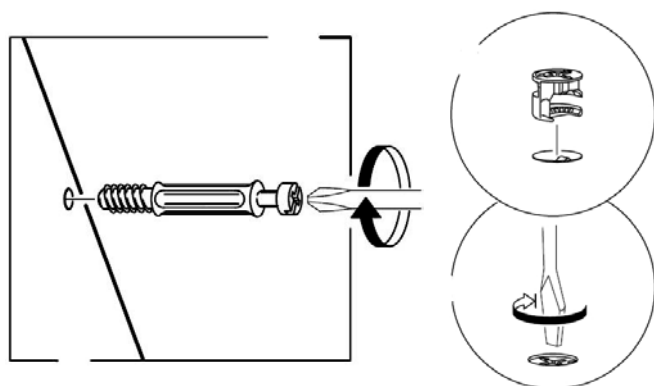

Рис. 1
1. В верхний щит (23), горизонтальный щит (43), нижний щит (24), планки цокольные (10), (11), планку заднюю (44) в имеющиеся отверстия установить эксцентрики, таким образом, чтобы стрелка была повернута в сторону отверстия в торце.
В установленные муфты эксцентриковых стяжек на боковых стенках (40), (41), нижнем щите (24) ввернуть дюбели DU 644, в соседние отверстия установить шканты (рис.1).
2. На боковые стенки (40), (41) и перегородку (42) установить направляющие ящиков шурупами крепежными 6,3х10,5мм. Первое отверстие на щите должно совпасть с третьим отверстием на направляющей, за исключением: на правой стороне перегородки первое отверстие на щите должно совпасть со вторым отверстием на направляющей.
3. Установить опоры на боковые стенки (40), (41) и на планку цокольную (11) с помощью шурупов 3,5х13мм.
4. К перегородке (42) присоединить горизонтальный щит (43) и верхний щит (23) с помощью конфирмат-винтов.
5. К нижнему щиту (24) присоединить цокольные планки (10), (11) так, чтобы дюбели вошли в предназначенные для них отверстия. Затянуть эксцентрики, повернув их на 180 градусов. Закрепить планки между собой конфирмат-винтом.
6. К боковой стенке (40) присоединить верхний щит (23), планку заднюю (44), горизонтальный щит (43), нижний щит (24), цокольную планку (10) с помощью эксцентриковых стяжек и конфирмат-винтов. Затянуть эксцентрики, повернув их на 180 градусов.
7. К получившейся конструкции аналогичным образом присоединить с другой стороны боковую стенку (41). Затянуть эксцентрики, повернув их на 180 градусов.
8. Установить переднюю цокольную планку (9), закрепив ее к боковым стенкам и цокольной планке (11) конфирмат-винтами.
10. Сверху присоединить крышку (25) с помощью винтов М6х25мм.